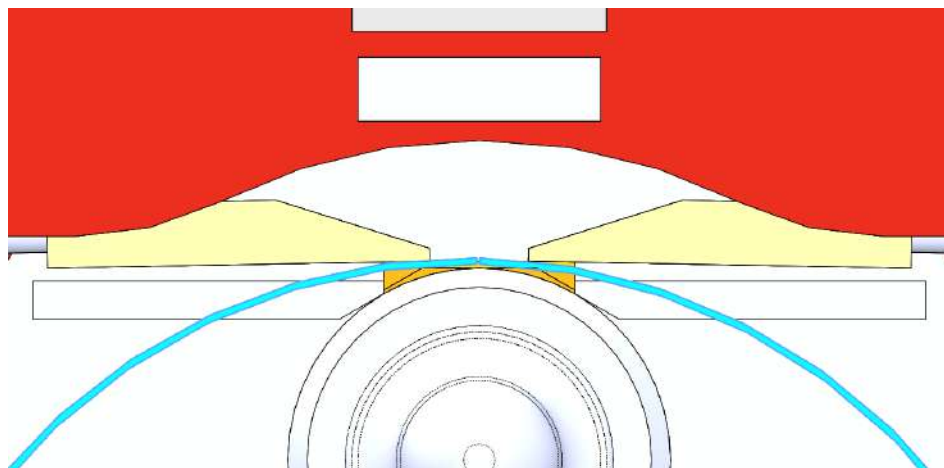

Рисунок 19 – Фиксация второй кромки.
4. Установка второй кромки производится руками в стык с первой. Оператор совмещает вторую кромку с первой, проверяет визуально отсутствие смещений и зазоров, после чего нажимает на ту же педаль 1. Второй комплект прижимов фиксирует вторую кромку (см. рисунок 19).